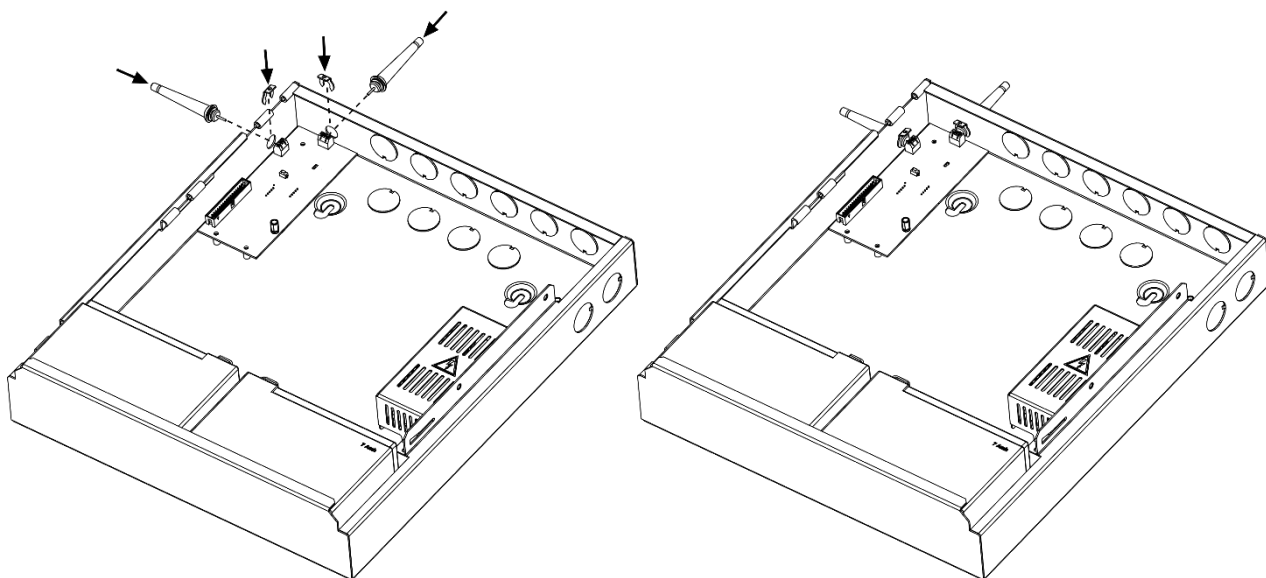

Рис. 64
- 1) При использовании радиканального модуля коммуникации МК-ПТ вар. Р необходимо предварительно подключить антенны (контакты "А" колодок), закрепив их металлическими фиксаторами с внутренней стороны корпуса (рис. 64).